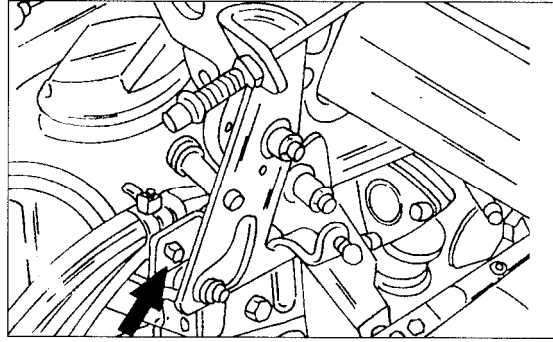

Bild 19
- Die beiden Zündspulen (11) und (12) ausbauen.
- An der Seite des Zylinderkopfes das Kabelbündel für die Einspritzventile von der Befestigungsschelle an der Zylinderkopfhaube (1) lösen.
- Unter Bezug auf Bild 19 das Klebband der Kabel an der Pfeilstelle entfernen, um die Kabel freizulegen.
- Die Zylinderkopfhaube (1) abschrauben und die Dichtung (2) abnehmen. Die Dichtung muss immer erneuert werden.
- Der Einbau der Zylinderkopfhaube geschieht in umgekehrter Reihenfolge wie der Ausbau, unter Verwendung einer neuen Dichtung (2). Kontrollieren, dass die Dichtung (2) sowie die Abdichtung (8) einwandfrei sitzen. Die Schrauben der Zylinderkopfhaube mit 9 Nm anziehen. Den Zwischenflansch am Ansaugrohr mit 7 Nm befestigen. Nach fertigem Zusammenbau den Ölstand im Motor kontrollieren und ggf. berichtigen. Den Motor anlassen und die Verbindungsstellen am Zylinderkopf auf Ölleckstellen kontrollieren.